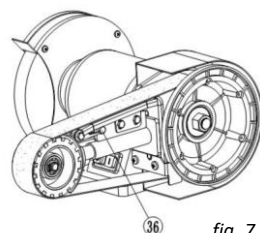

fig. 7
1. Desserrez le boulon (n° 36) (fig. 7).
6. Au besoin, coupez l'alimentation et réglez la plaque excentrique (n° 25) légèrement jusqu'à l'obtention de la position idéale (fig. 7).